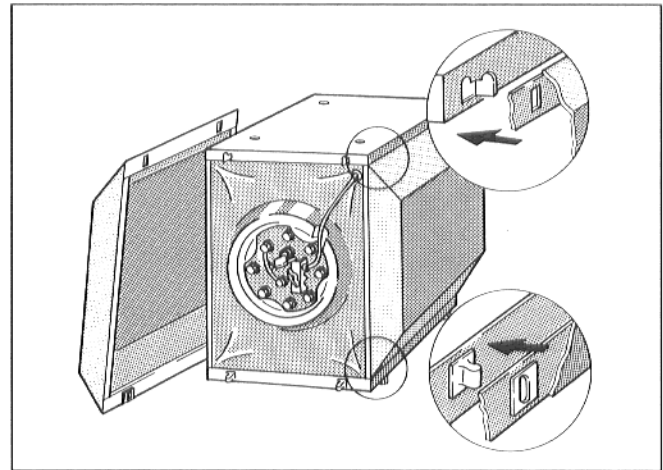

Abb. 15
Bei Transport im unverpackten Zustand können, um Beschädigungen zu vermeiden, Vorderwand und Seitenwände entfernt werden (Abb. 15).
- Speichervorderwand bzw. Speicherseitenwand unten nach vorne wegziehen und oben aus den Haken am Speicherkörper aushängen (Abb. 15).